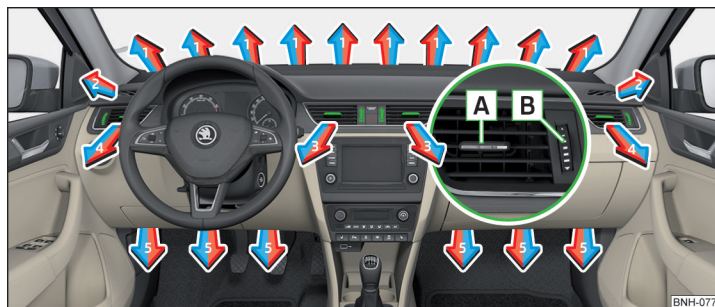

Fig. 117 Fantele de ventilație
La fantele de ventilație **3** și **4** » fig. 117 se poate modifica direcția curentului de aer, iar duzele se pot deschide și închide și individual.
Reglarea sensului de curgere a aerului are loc prin deplasarea servoelementului **A** » fig. 117 în direcția dorită.
- ▶ Rotiți regulatorul **B** în sus/jos » fig. 117.
Setarea direcției fantei de ventilație	Gurile de ventilație » fig. 117